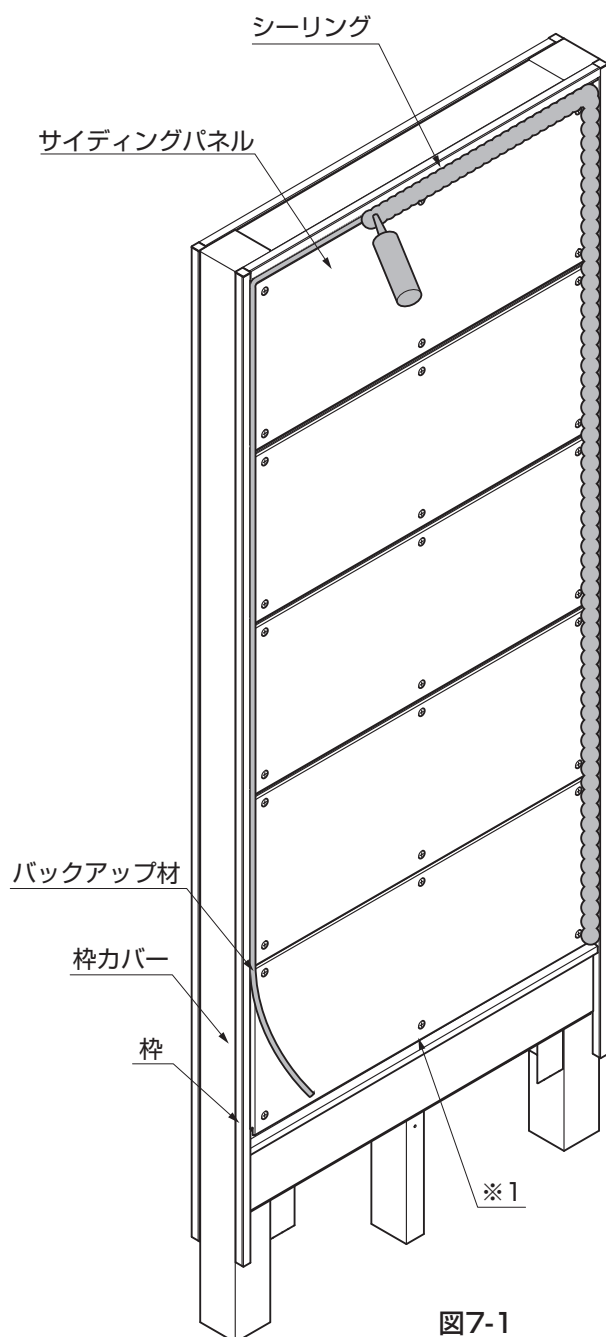
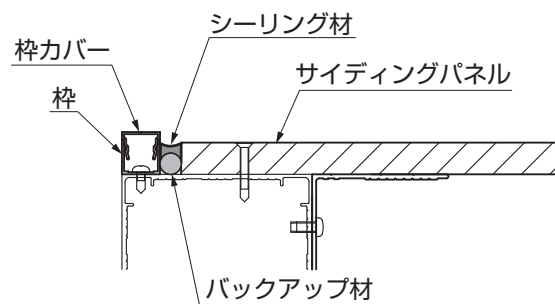
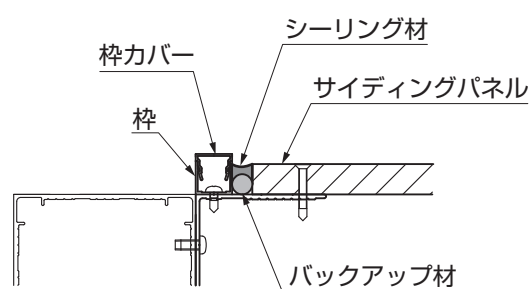

図7-1
図7-2 通常施工の場合
図7-3 スクリーン、調整金具取付けの場合
- ①バックアップ材を上、左右にはめ込み、シーリングをしてください。(図7-1、図7-2、図7-3参照)